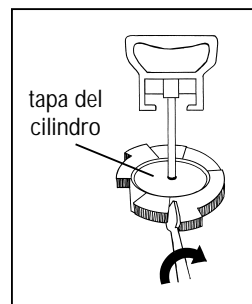

Figura 1
2. Levante el mango. Inserte un destornillador pequeño en una de las ranuras visibles que están a un costado de la tapa del cilindro (vea la figura 1), y gire la tapa hacia la derecha. Quite la tapa del cilindro y retire el conjunto del eje.